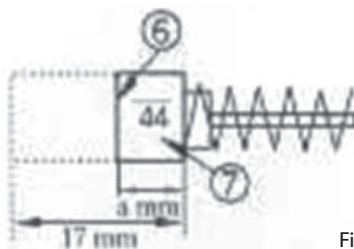

Fig7
Il motore impiega spazzole di carbone che sono parti consumabili; dal momento che un'eccessiva usura delle spazzole potrebbe causare problemi al motore, sostituire la spazzola di carbone. Limitatore di usura (6) N. spazzola di carbone (7). (Vedi Fig 7)